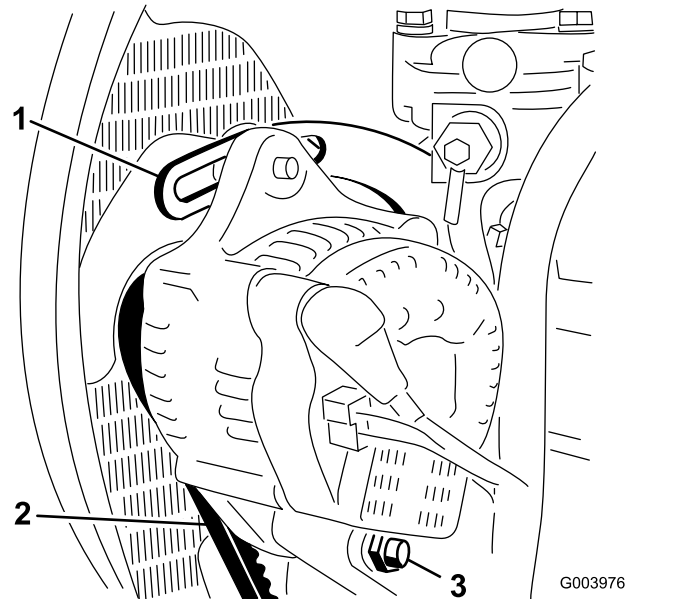

Figura 74
2. Compruebe la tensión de la correa del alternador presionándola (**Figura 74**) en el punto intermedio entre las poleas del alternador y del cigüeñal con una fuerza de 10 kg.
3. Afloje el perno que fija el tirante al motor (**Figura 74**), el perno que fija el alternador al tirante y el perno de pivote.